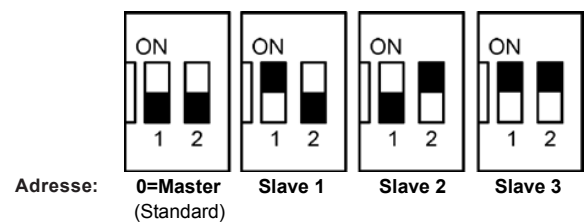

Bild 3
- Die Unterscheidung, welches Leistungsteil Master und welches Slave ist, erfolgt ausschließlich über die Adresseinstellung (Punkt 11, Bild 3).